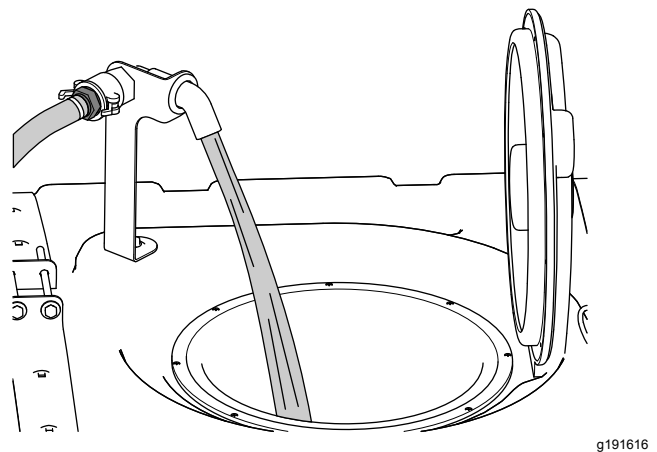

Figura 27
5. Añada 3/4 de la cantidad de agua necesaria al depósito de fumigación (Figura 27).